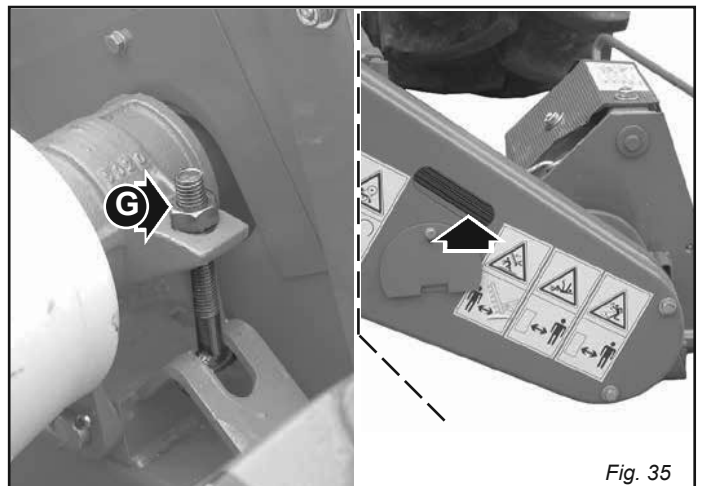

Fig. 35
- Regular periódicamente la tensión de las correas mediante la tuerca (G, Fig. 35). El control se realiza a través de la ventanilla efectuada en el carter; el juego no debe superar los dos centímetros. Debemos cerrar siempre con la relativa tapa la ventanilla de inspección, después de controlar las correas.